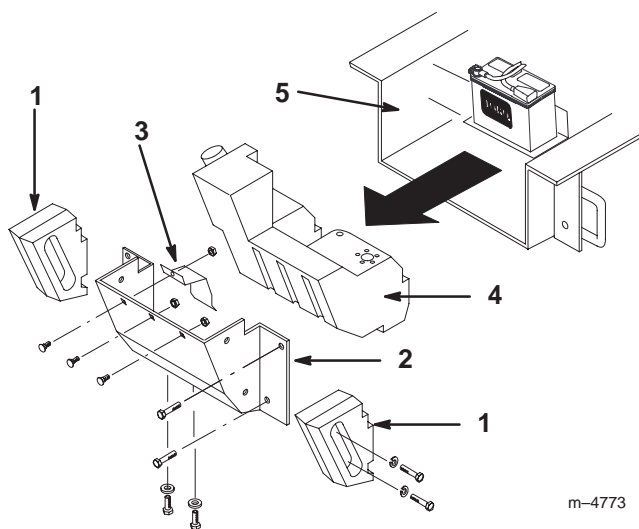

Figure 48
Avec le temps, le châssis s'encrasse sous le moteur et doit être nettoyé. Régulièrement, ouvrez le capot, munissez-vous d'une torche et inspectez la zone au-dessous du moteur. Si la couche de crasse fait entre 2,5 et 5 cm d'épaisseur, suivez la procédure ci-après (et consultez la Figure 48 à cet effet) :
4. Enlevez les boulons, les rondelles et les rondelles-freins de fixation des deux masses latérales, puis déposez les masses (Fig. 48).
6. Retirez les trois boulons de carrossier et les rondelles du bas de la batterie et du support du réservoir de carburant ; déposez le support (Fig. 48).
7. Retirez les six écrous et boulons de fixation du panneau arrière et déposez le panneau (Fig. 48).
10. Poussez le réservoir de carburant en arrière (Fig. 48).
16. Glissez le réservoir partiellement dans le châssis (Fig. 48).
21. Reposez le panneau arrière et fixez-le en place à l'aide des six boulons et écrous enlevés précédemment (Fig. 48).
22. Placez le support sur le réservoir de carburant et fixez-le, ainsi que le support de batterie, avec les boulons et rondelles enlevés précédemment (Fig. 48).
23. Montez les masses latérales à l'aide des boulons, rondelles et rondelles-freins enlevés précédemment (Fig. 48).